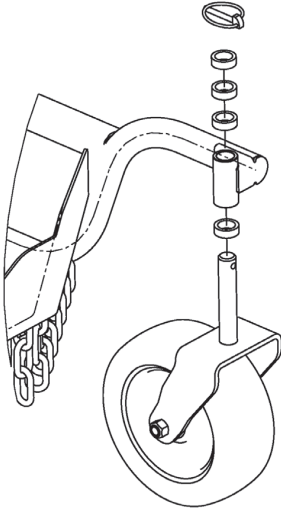

Abb. 1
Schieben Sie die Laufräder von unten nach den Seiten (2,3). Die Höhe kann durch Einsetzen von 1-3 Ringen (28) auf der Gabel (6) eingestellt werden. Füllen Sie die Lücke über der Seite mit den anderen Ringen und sichern Sie sie mit dem Sicherungsstift (33). Die Ausgangsposition ist eine (Abb. 1).